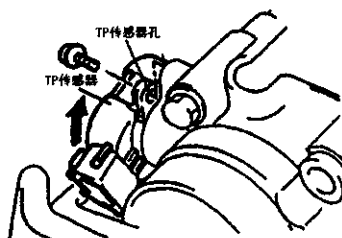

图 2-74 拆下节气门位置传感器
- ① 拆下蓄电池负极电线。
- ② 断开节气门位置传感器插接件。
- ③ 从节气门体上,拆下节气门位置传感器,如图 2-74 所示。